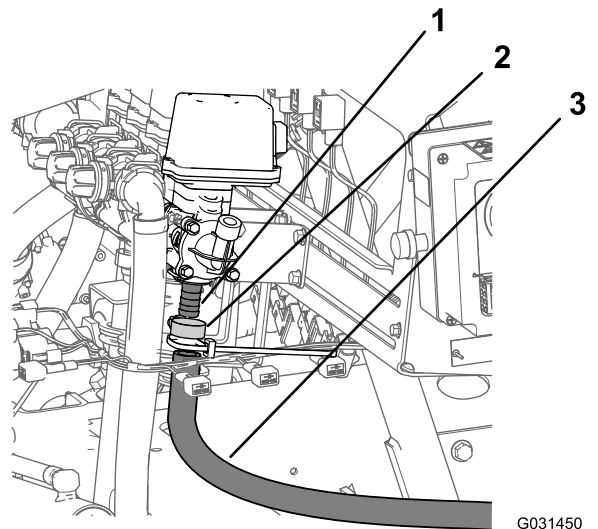

图 18
- 取下将软管卷的进水软管固定至压力控制阀宝塔形接头的软管夹图 18。
- 从软管卷阀上取下进水软管图 18。